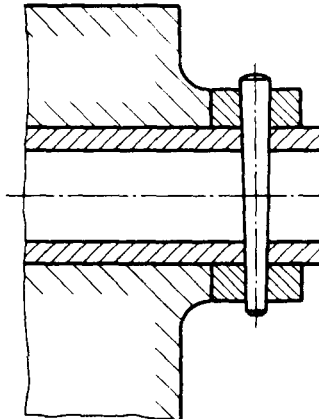

Figure 8
2.3 Pour les grandes surfaces réduire les hachures à un simple liseré tracé à l'intérieur du contour de la surface à hachurer (voir figure 8).